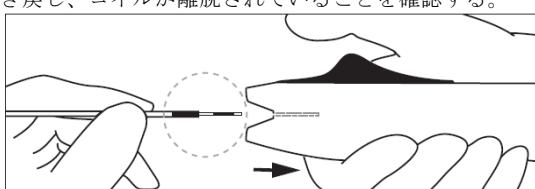

図 5
16. デタッチメントハンドルをゆっくりと慎重に引いてデリバリープッシュヤーから取り外す。黒色のアラインメントゾーンが離れていることを確認した後(図 5)、X線透視下でデリバリープッシュヤーをゆっくりと慎重に引き戻し、コイルが離脱されていることを確認する。